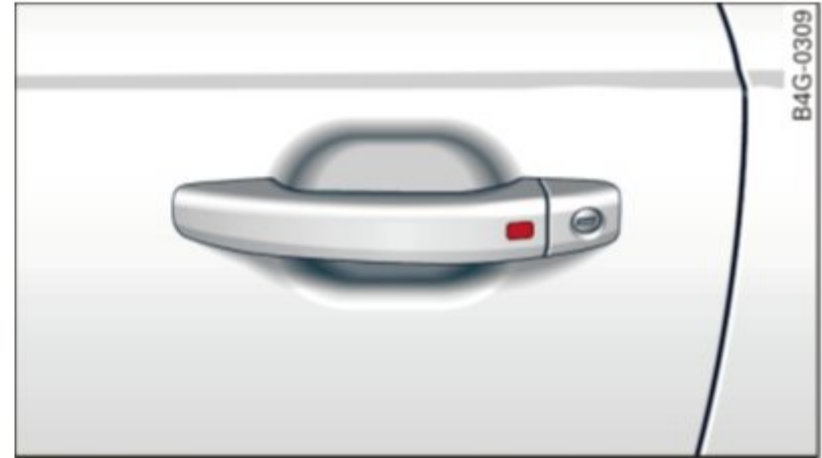

Fig. 22 Poignée de porte : verrouillage du véhicule
- ▶ Pour verrouiller le véhicule, fermez la porte et touchez le capteur situé dans la poignée de porte **une fois** ⇒ *fig. 22* ⇒  dans *Description générale à la page 36*. Ne passez pas la main à l'intérieur de la poignée de porte.